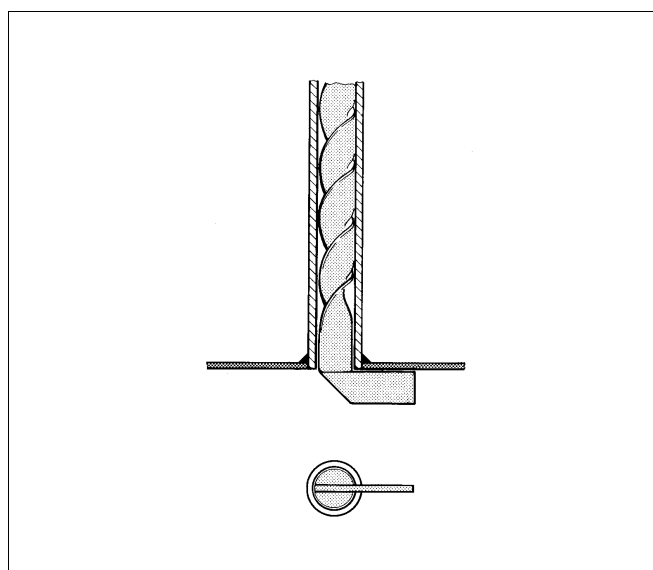

Рис. 42 Проверка турбуляторов
- Проверьте, чтобы стопоры турбуляторов прилегли на фронтальной стенке горизонтально к трубам дополнительных поверхностей нагрева (рис. 42).